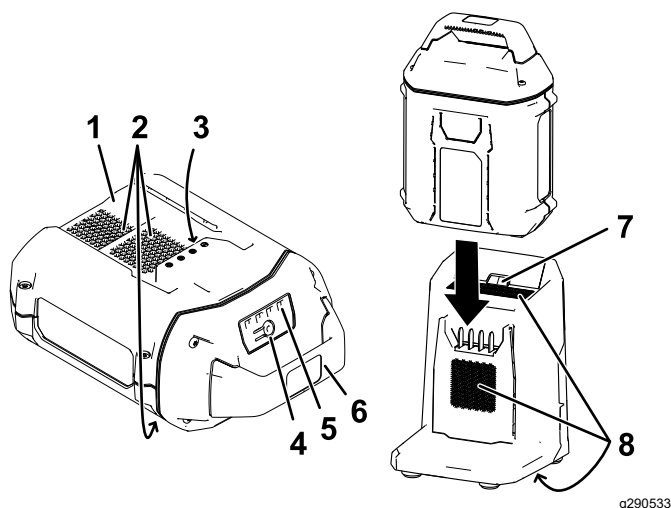

**Figura 26**
2. Allineate la cavit  nel pacco batteria (Figura 26) con la linguetta sul caricabatterie.
3. Fate scorrere il pacco batteria nel caricabatterie fino a quando non   completamente in sede (Figura 26).